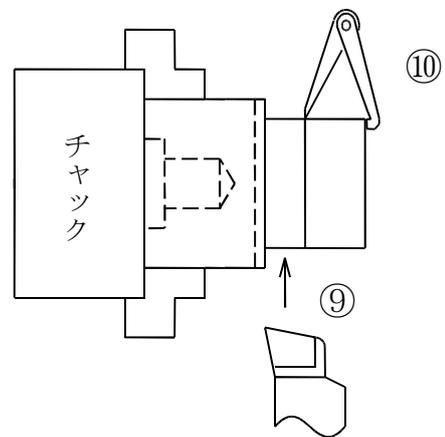
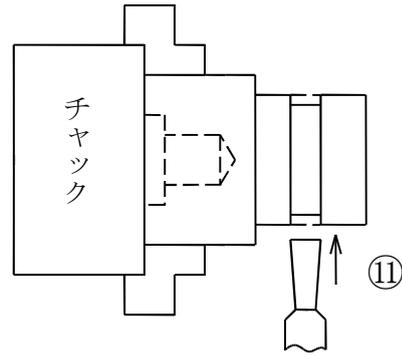

図 7.9
図 7.10
[図 7.9 ⑨]
⑩ 工作物のケガキ作業
片パスを使用して、端面より 20mm の所に、ケガキ線を入れる。[図 7.9 ⑩]
⑪ 工作物の溝加工
突切りバイトを使用して、ケガキ線より左側に幅 7mm、直径 35mm になるように、溝加工を行う。[図 7.10 ⑪]